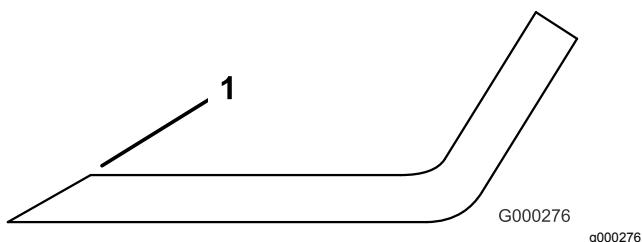

Figura 75
1. Utilice una lima para afilar el filo de corte en ambos extremos de la cuchilla (Figura 75).